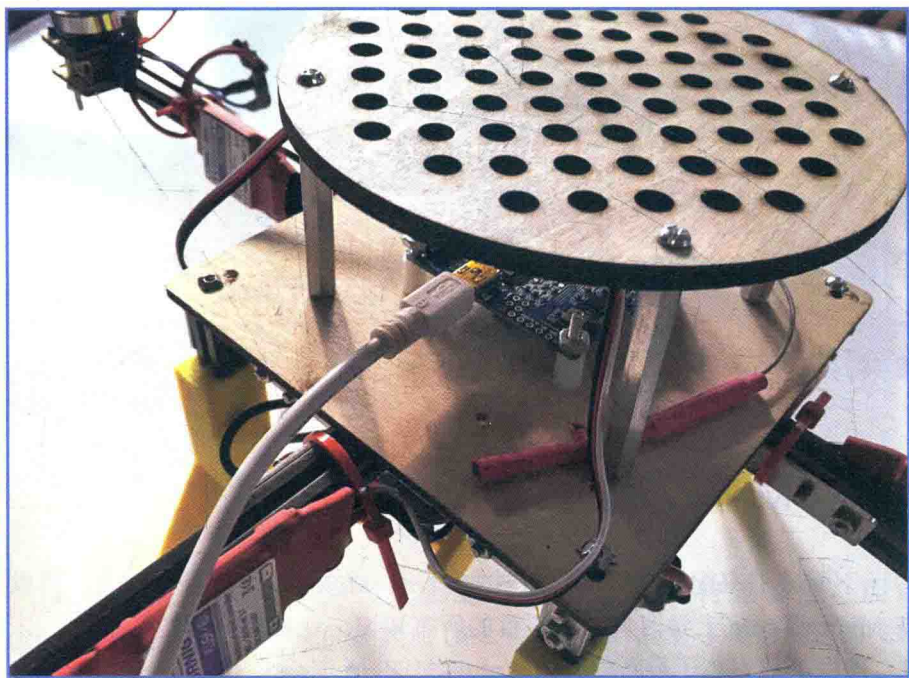

图 14.8 使用 USB 电缆将 MultiWii 连接到你的计算机
4. 用 micro-USB 电缆将 MultiWii 连接到 PC，如图 14.8 所示。